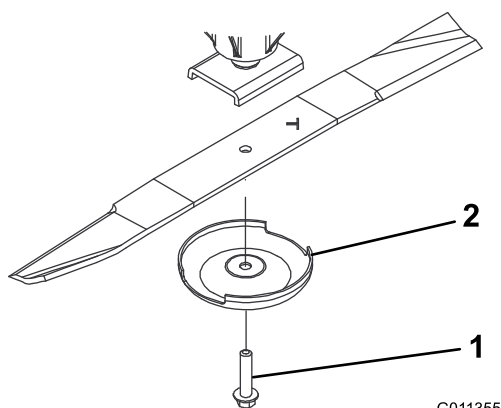

図 66
3. スピンドルのシャフトからブレードボルト、芝削り防止カップ、ブレードを取り外す 図 66。